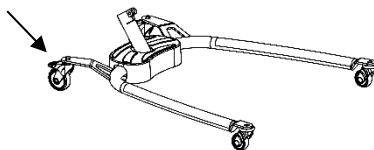

Fig. 1.6A
1. Placer bendelen på gulvet og brems hjulene. (Fig. 1.6A)